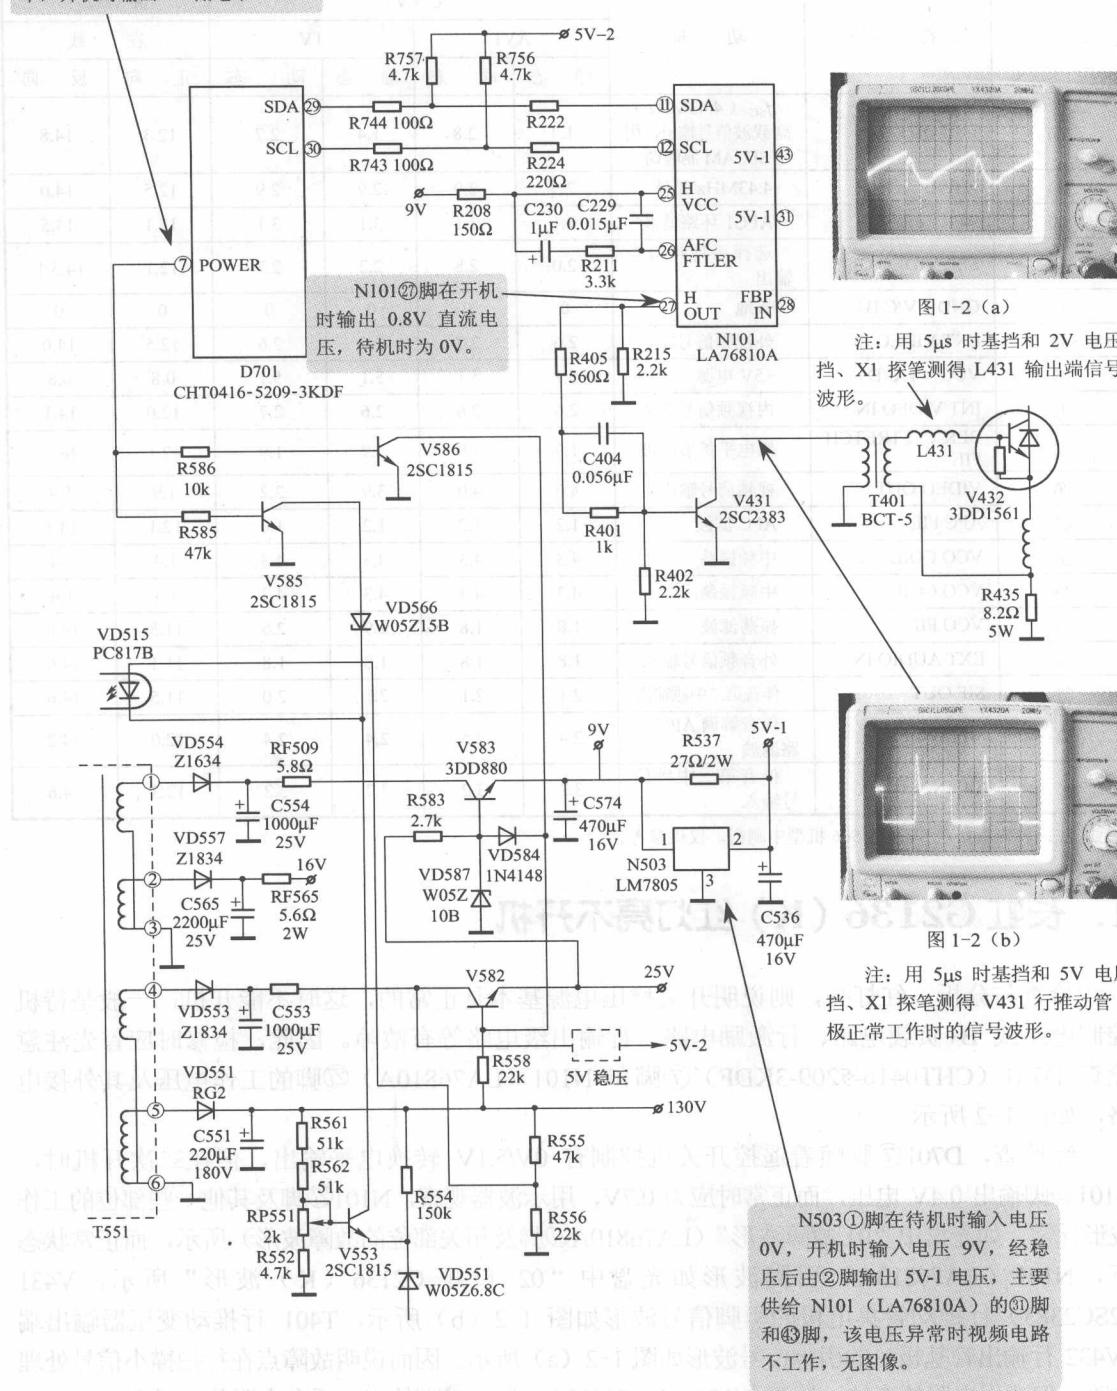

图 1-2 长虹 G2136 (K) 待机控制电路原理图
1. 长虹 G2136 (K) 红灯亮不开机
检查与分析：红灯亮，则说明开关稳压电源基本是正常的，这时不能开机，一般是待机控制电路或 B+负载电路、行激励电路、行输出级电路等有故障。因此，检修时应首先注意检查 D701 (CHT0416-5209-3KDF) ⑦脚和 N101 (LA76810A) ⑦脚的工作电压及其外接电路，如图 1-2 所示。
经检查，D701 ⑦脚随着遥控开关机控制有 0V/5.1V 转换电平输出，但在二次开机时，N101 ⑦脚输出 0.4V 电压，而正常时应为 0.7V，用示波器观察，N101 ⑦脚及其他一些部位的工作波形异常，如光盘中“01 故障波形”(LA76810A ⑦脚及相关部位的故障波形)所示，而正常状态下，N101 (LA76810A) 引脚波形如光盘中“02 长虹 G2136 (K) 波形”所示，V431 (2SC2383) 行推动管集电极的引脚信号波形如图 1-2 (b) 所示，T401 行推动变压器输出端 (V432 行输出管基极) 的引脚信号波形如图 1-2 (a) 所示。因而说明故障点在行扫描小信号处理电路，但改用电阻检查法，检测 N101 (LA76810A) ㉑~㉙脚的正、反向电阻值(见图 1-3) 及其外接元件，均未见异常。再注意检查 N101 (LA76810A) ㉑脚电压仅有 2.1V，且有不稳定现象，检查 ㉑脚外接电阻 R208 的输入端电压也为 2.1V，试断开 R208 检查 C574 正极端 9V 电压接近正常，因而怀疑 N101 (LA76810A) 内部电路不良或损坏，试将其换新后，症状依旧。
根据 N101 (LA76810A) ⑯脚行电源电压有异常现象的特征，还应进一步检查该脚的供电电源电路。该脚的供电电源电路主要由 V583、VD554 及 T551 的①脚等组成，以产生+9V 电源，主要为行扫描小信号处理电路供电，如图 1-2 所示。在接通 R208 后，开机检测 V583 发射极电压约 2.1V，检测 VD554 负极端电压也为 2.1V，再检查 C554 正常，但此时检查 16V、25V、130V 电压均正常，因而判断 VD554 不良（在线检测其正、反向阻值未见明显异常），试将其直接换新后，故障被彻底排除。